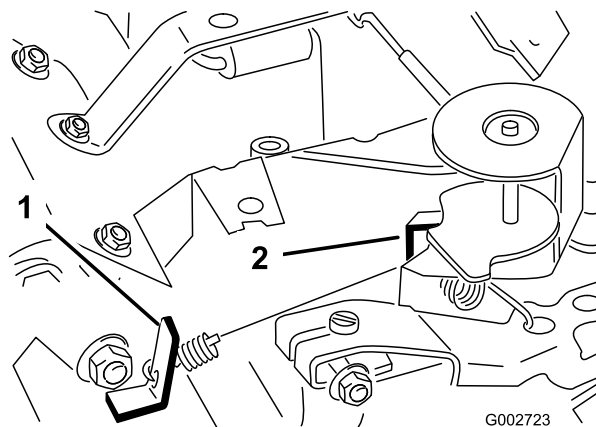

Figure 38
3. Courbez la languette d'ancrage du ressort de ralenti régulé (Figure 38) pour obtenir un régime de ralenti de 1725 ± 50 tr/min. Vérifiez le régime avec un compte-tours.
5. Réglez la manette d'accélérateur en position Haut régime. Pliez la languette d'ancrage du ressort de haut régime (Figure 38) pour obtenir un haut régime de 3400 ± 50 tr/min.